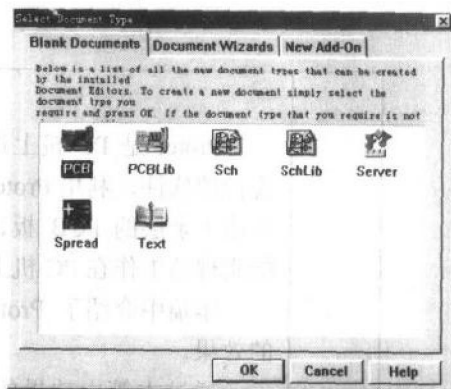

图 1.2 新建原理图
1. 选取菜单【File】>【New】，弹出如图 1.2 所示对话框，点取其中的 Sch 图标，即新建一个空的原理图文件。